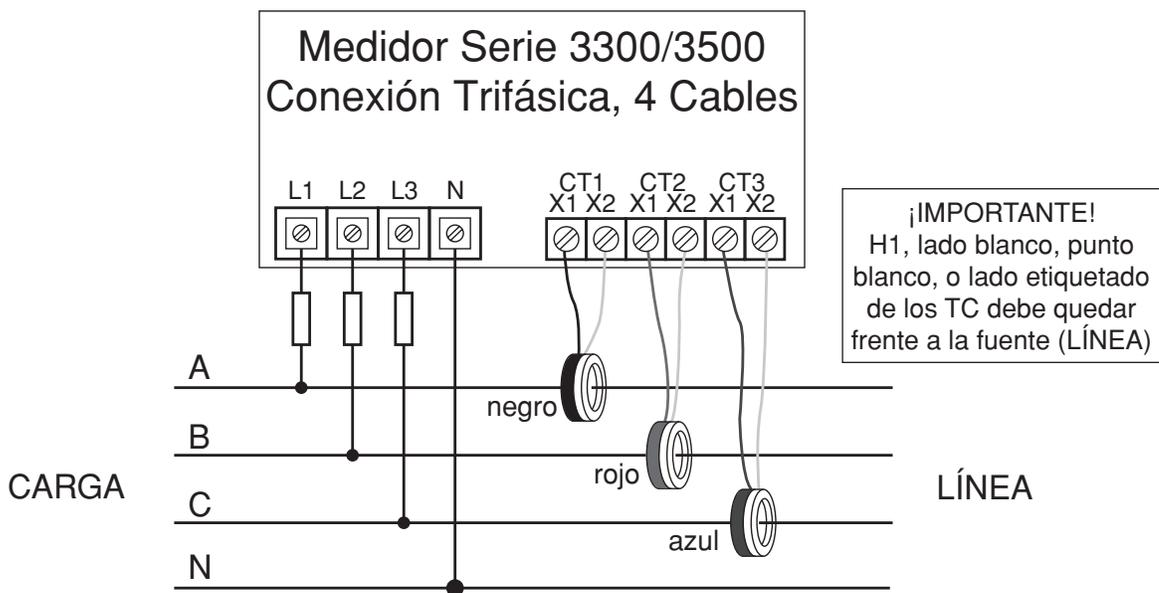

Figura 8: Diagrama de Conexión en "Y" Trifásica de 4 Cables
- Las entradas de corriente y voltaje deben ser instaladas “en fase” (por ejemplo, TC1 en Línea 1, TC2 en Línea 2, TC3 en Línea 3) y orientadas correctamente tal como se muestra en los Diagramas de Conexión en las Figura 8 y 9.